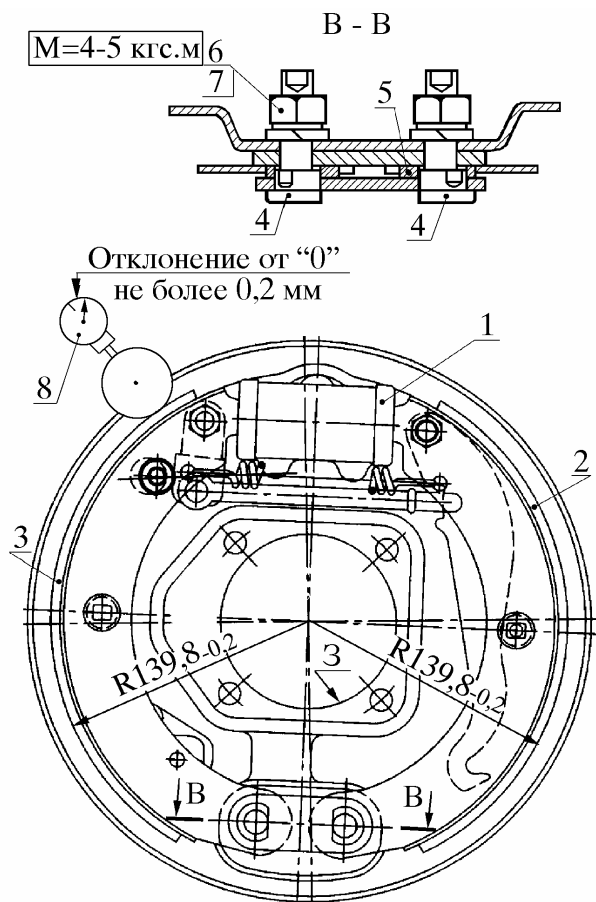

Рис. 29. Регулировка положения колодок по радиусу 139,8-0,2 мм относительно отверстия "3" на приспособлении 24-У-114469:
6.16.1.8.2.1. Повернуть тормозной механизм в приспособлении в направлении колесного цилиндра 1 (рис. 29) и зафиксировать положение стрелок индикатора 8.
Если стрелка индикатора отклонена от "0" более, чем на 0,2 мм, изменить положение колодки поворотом стопорного пальца 4 (см. рис. 29) в эксцентрик 5 до получения заданных показаний индикатора
6.16.1.8.2.4. После регулировки положения колодки по радиусу 139,8-0,2 мм затянуть гайку 6 (см. рис. 29) стопорного пальца с моментом от 40 до 50 Н.м (4 - 5 кгс.м)